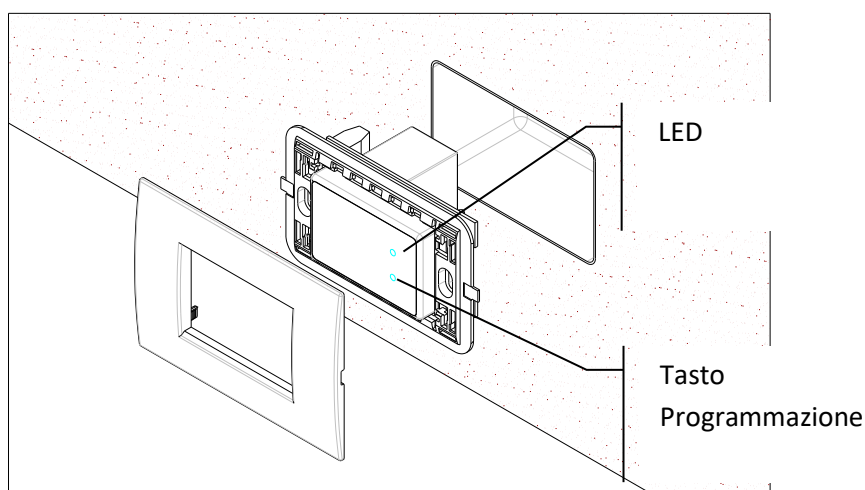

Figura 1
- Nelle scatole 503 andranno installate le Schede SLAVE come illustrato nella Figura 1 e alimentate